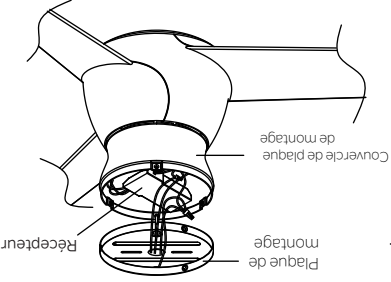

Fig. 14
Étape 4. Si la boîte à prises a un fil de masse (vert ou cuivre nu), le connecter aux fils de mise à la terre du ventilateur : en l'absence de ce fil, connecter le fil de mise à la terre du ventilateur au support de montage. Sécuriser la connexion du fil avec l'écrou en plastique (fourni). Après avoir connecté les fils, les séparer de sorte que les fils verts et blancs se trouvent sur un côté de la boîte à prises et les fils noirs et bleus de l'autre côté. (Fig. 14)
S'assurer toutes les connexions de fils avec les connecteurs en plastique. (Fig. 14)
Étape 3. Insérer le récepteur dans le support de montage et maintenez à plat par opposition au plafond. (Fig. 14)